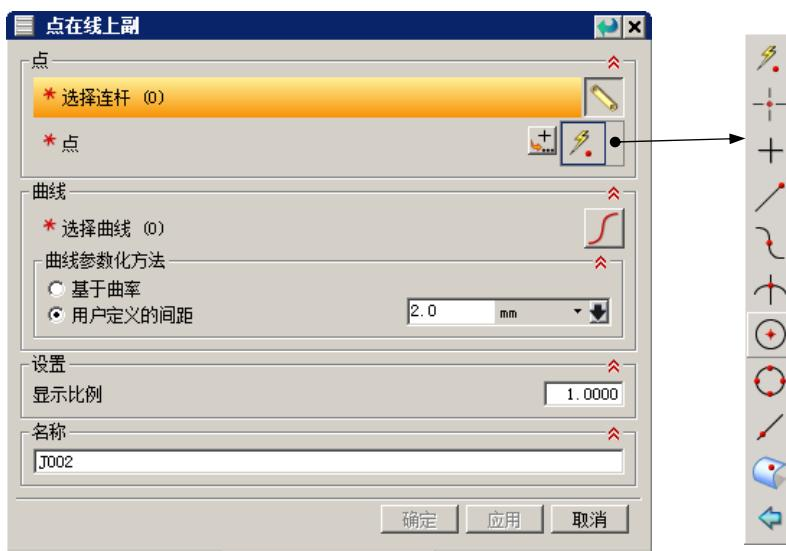

图 4.9.2 “点在线上副”对话框
(1) 选择下拉菜单  →  →  命令，系统弹出图 4.9.2 所示的“点在线上副”对话框。